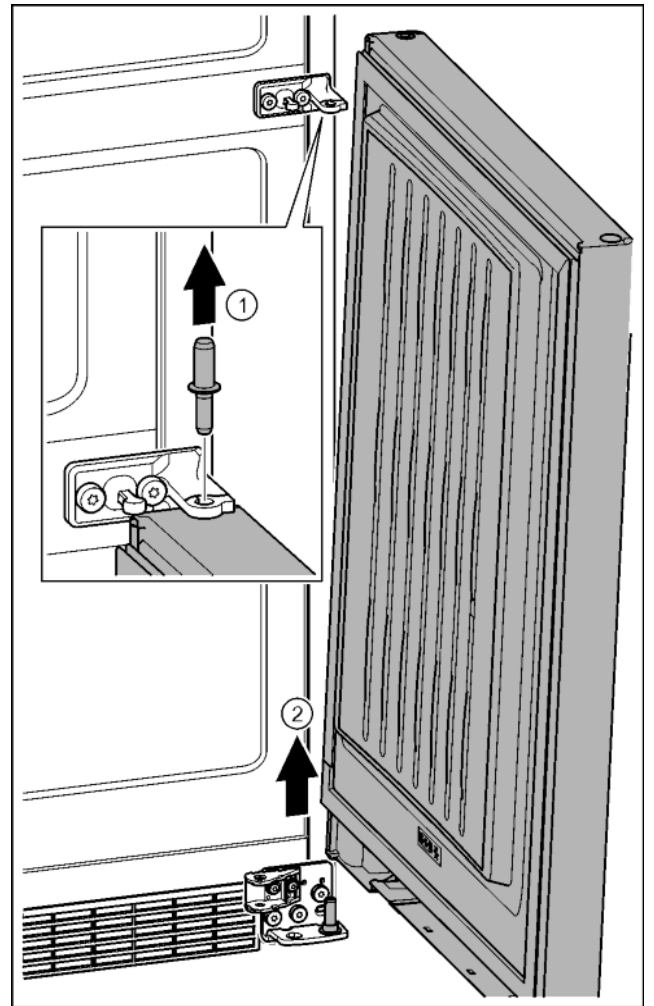

Fig. 27
- ▶ Estrarre il perno verso l'alto. Fig. 27 (1)
- ▶ Ruotare la porta per estrarla sollevandola e sistemarla da parte. Fig. 27 (2)